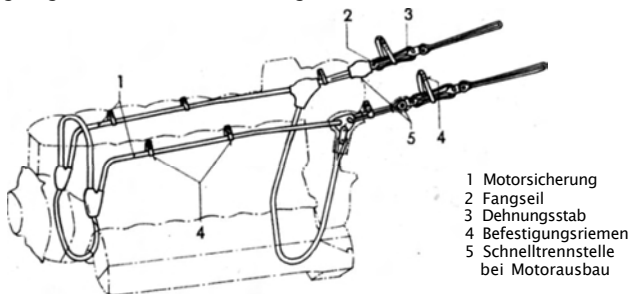

Abb. 4 Motorsicherung
Das Triebwerksgerüst (Abb. 1) ist abnehmbar und mit 5 Kugelverschraubungen (5) an den Rumpfanschlußpunkten verschraubt. Es besteht aus dem linken und rechten Motorträger (3), die zu den unteren Anschlußpunkten am Rumpf durch zwei Abstützstreben (7) und eine Diagonalstrebe (8) abgestützt sind. Zusätzlich ist ein Motorfangseil (Abb. 4) als Sicherung bei Bruch des Triebwerksgerüsts angebracht.
Bei einem Bruch des Triebwerksgerüsts wird der Motor von der Motorsicherung (Abb. 4) gehalten. Die Sicherung besteht aus ledergeschützten Drahtseilen, die um den Motor gelegt werden und an dem Oberholm des Rumpfes hinter Spant 1 befestigt sind. Die erste Stoßwucht bei einem Bruch des Triebwerksgerüsts nehmen zwei mit Dehnungsstäben (3) versehene Fangseile (2) auf und verhindern dadurch ein Reißen des Drahtseiles.